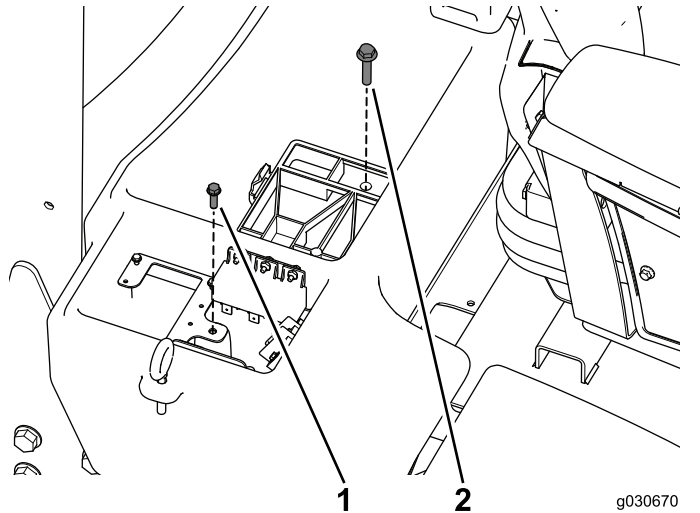

Figura 5
4. Retire y guarde el tornillo que sujeta la pletina de refuerzo y el perno que sujeta el compartimento de la batería (Figura 5).